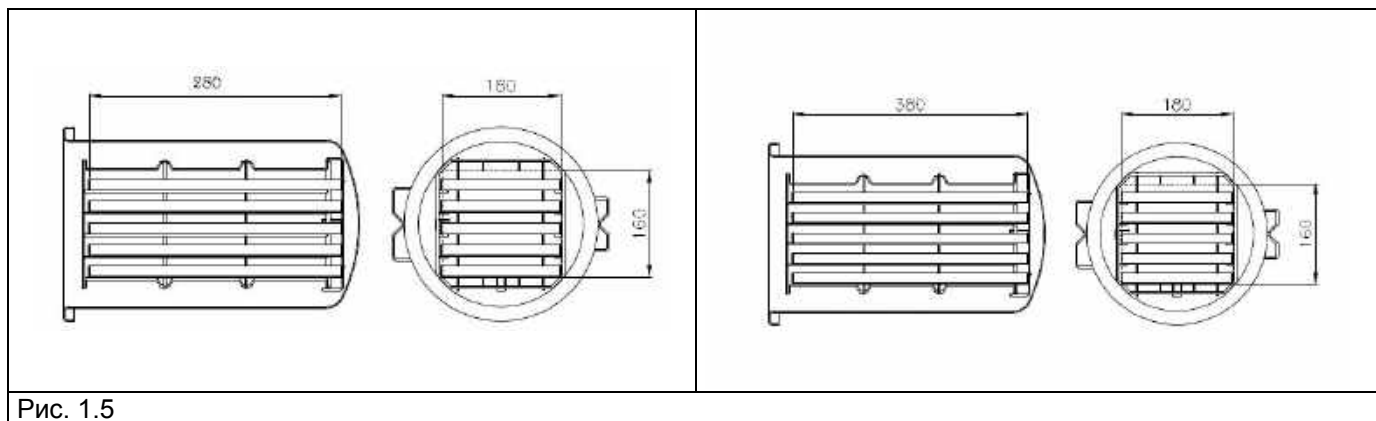

Рис. 1.5
**Полезный объем стерилизатора** – пространство, которое может быть занято стерилизационной загрузкой (Рис. 1.5).